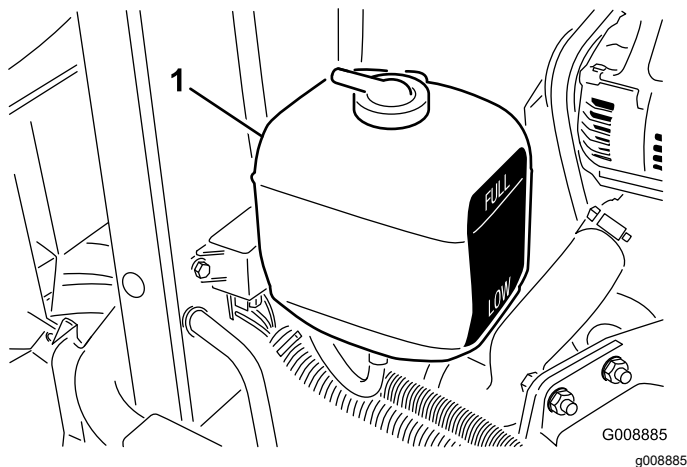

Рисунок 31
2. Проверьте уровень охлаждающей жидкости в расширительном бачке (Рисунок 31). При холодном двигателе уровень охлаждающей жидкости должен находиться приблизительно посередине между отметками на боковой стенке бачка.